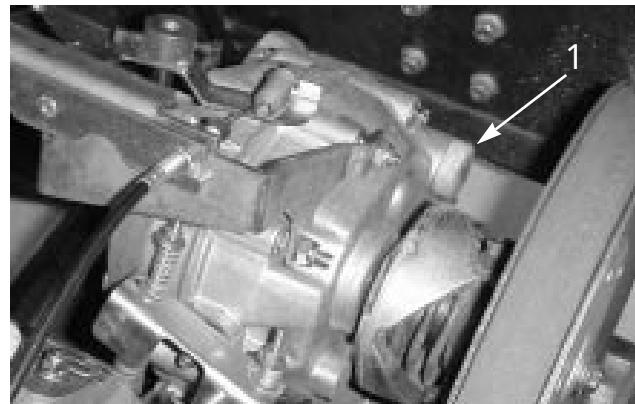

図 42
- 3 . 給油口（図42）から約1.4 lのオイル（10W30）を入れる（点検穴の下まで）。